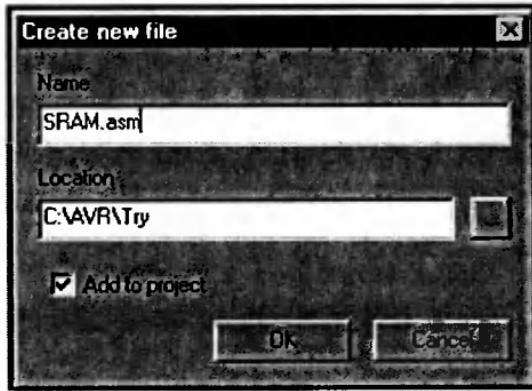

Рис. 6.23. Окно Create new file
- в строку Name открывшегося окна Create new file (рис. 6.23) введите имя файла программы, например, SRAM.asm, затем щелкните по кнопке OK.